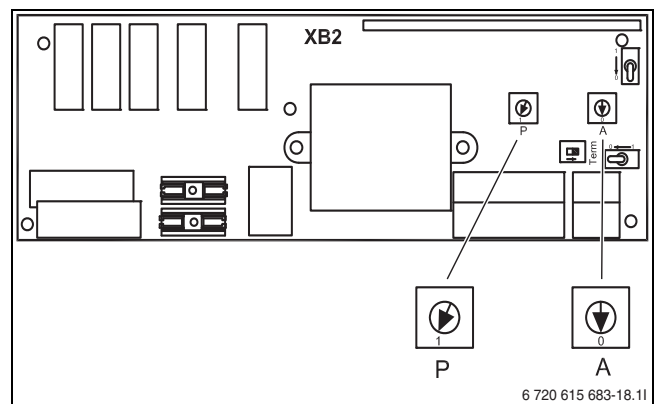

Bild 10 Adressauswahl Schwimmbad.
- [4] Programmauswahl (→ Bild 10)
- [5] Adressauswahl (→ Bild 10)